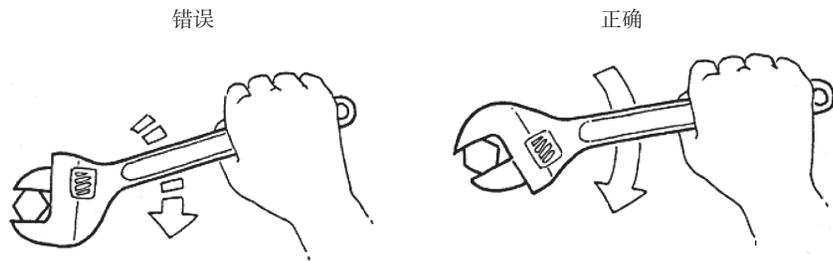

图 1-2-13 固定爪应在上侧
② 可调扳手的结构决定了固定爪比可调爪能够承受更大的力,夹持物体更可靠,所以应把可调扳手的固定爪放在上侧,如图 1-2-13 所示。如果把可调扳手的可调爪放在上侧使用,螺栓或螺母有可能从可调扳手中滑出,并且螺栓或螺母的边可能会被咬掉。